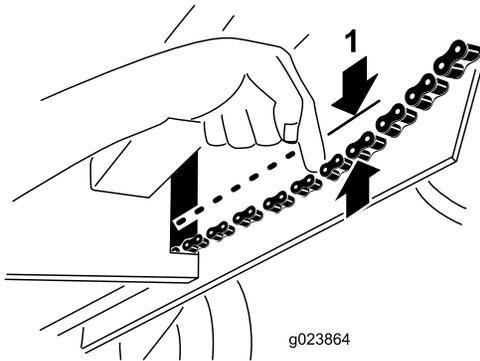

Figura 31
3. Tire hacia abajo sobre cada cadena cerca del hueco del bastidor con una fuerza de 9 kg (20 libras) (Figura 31). Si la cadena se flexiona más de 3 mm ( $\frac{1}{8}$ " ), apriétela como se indica a continuación: